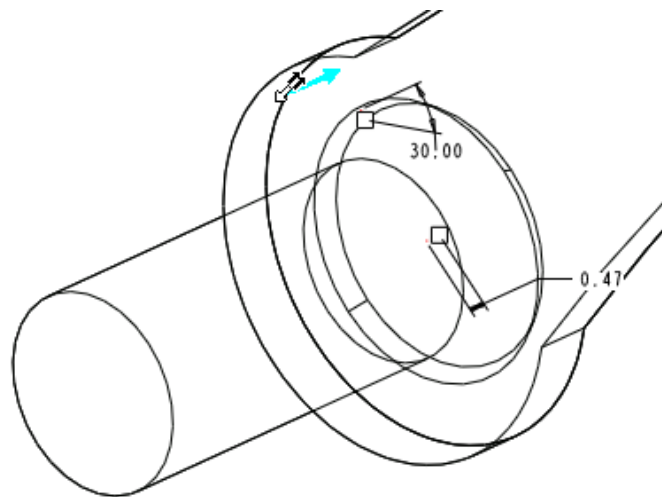

图 55-14
- (6) 单击  按钮，完成拉伸截面的绘制，返回特征操控板，调整拔模方向为如图 55-14 所示。